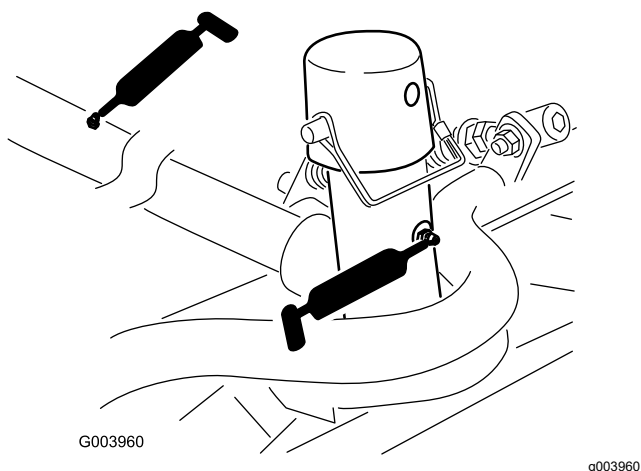

**Figura 68**
- Bastidor de tiro y pivote de la unidad de corte (2 en cada) (Figura 68).